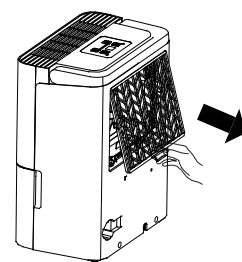

Fig. 10
- Ta tag i fliken på filtret och dra den uppåt, dra sedan ut det som visas i Fig.10.